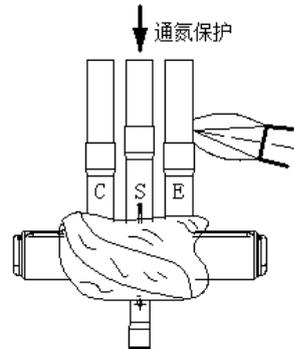

图 9
5.3.3 (图 9) 不锈钢内衬紫铜式接管(紫铜不伸出)焊接